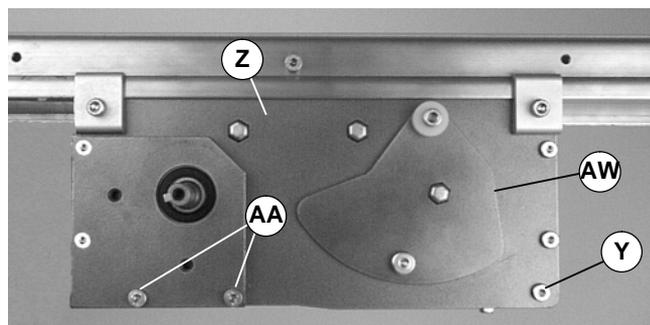
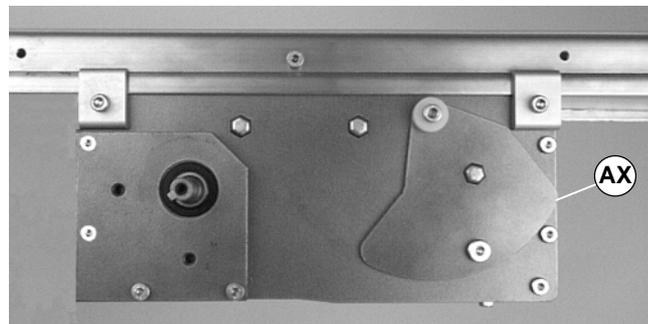

Abbildung 36
Abbildung 37
12. Die Schraube (Y siehe Abbildung 36) an jeder Seite mit 9 Nm festziehen.
13. Schrauben (AA siehe Abbildung 36) auf jeder Seite des Mittenantriebsmoduls wieder anbringen (Z). Die Schrauben mit 9 Nm festziehen.
**HINWEIS:** Bei einem neuen Gurt befindet sich die Spannplatte in Position (AW siehe Abbildung 36). Wenn die Spannplatte bis zu Position (AX siehe Abbildung 37) reicht, muß der Fördergurt ersetzt werden.